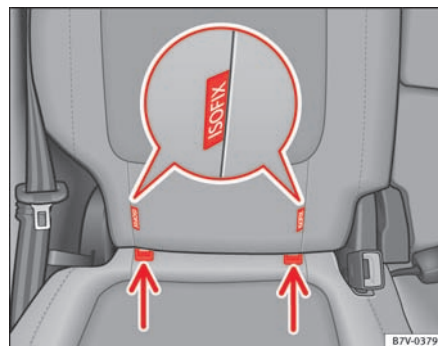

Fig. 27 Type 2: markering ved de nederste holdere til børnesædet på sædet
- Sæt børnesædet på holderne i pilens retning ⇒ Fig. 27. Børnesædet skal gå i hak, så det kan høres.
- Placer børnesædet på sædehynden, og hæng fastgørelsesremmene fast i holderne ⇒ Fig. 27.